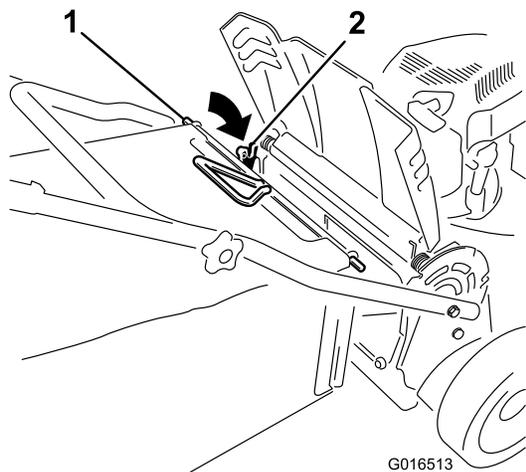

Рисунок 26
3. Вставьте штангу мешка в выемки в основании рукоятки и покачайте мешок вперед-назад, чтобы убедиться в том, что штанга находится в нижней и верхней выемке; см. Рисунок 26.
1. Поднимите боковой отражатель выброса в открытое положение (Рисунок 26).